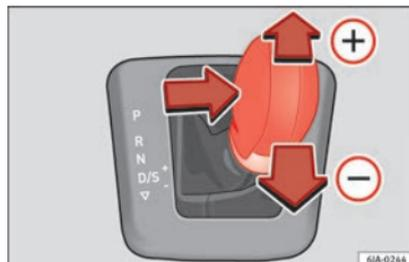

Fig. 180 Leva selettoria: Tiptronic.
– Spingere dolcemente la leva selettoria in avanti (+) ►► fig. 180.
– Spingere dolcemente la leva selettoria indietro (-) ►► fig. 180.